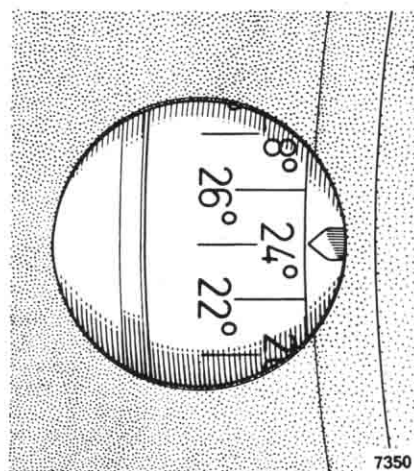

Fig 45. Svänghjulsmarkning.
6. Dra fram motorn till 24° f ö d (traktormotor) eller 27° F Ö D (motor för fordon med hydraultransmission), se fig 45.